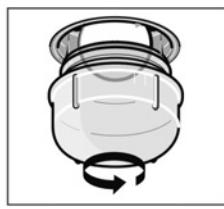

Abbildung 5
2. Drehen Sie den Glasaufsatzzylinder gegen den Uhrzeigersinn (siehe Abbildung 5).